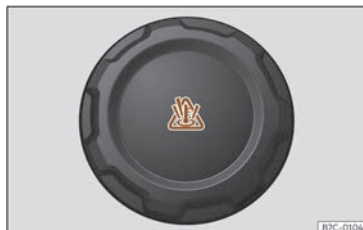

Fig. 212 Obertura davantera: tap del dipòsit d'expansió del líquid refrigerant.
- El dipòsit d'expansió del líquid refrigerant del motor es reconeix pel símbol que hi ha sobre la tapa  >>> **fig. 212**